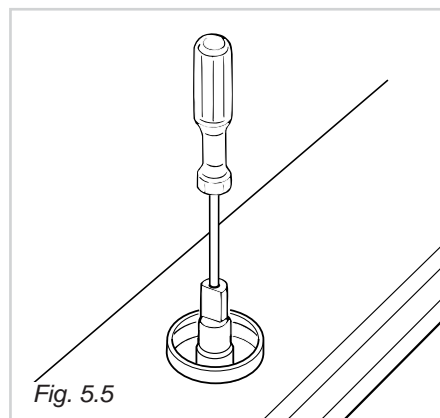

Fig. 5.5
**Para as torneiras com parafuso de regulação no interior da haste (fig. 5.5):**